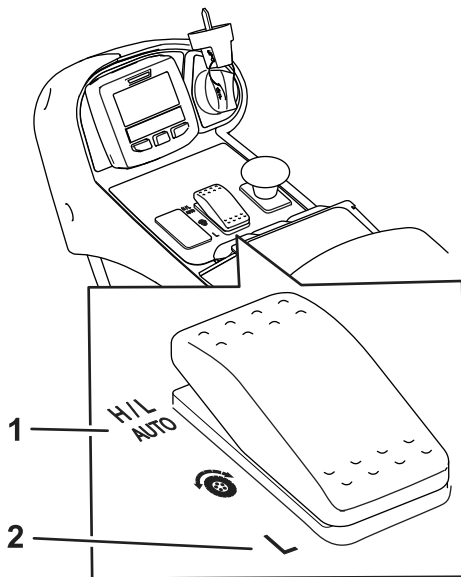

図 27
- ・ このマシンは、通常の運転条件下では、速度レンジ設定を H/L AUTO にして使用することを前提にしております (図 27)。この設定で使用すると、移動走行しているか刈り込みをしているかをマシンが自動的に判別して高速レンジと低速レンジを自動的に使い分けます。
- ・ Low 位置速度レンジスイッチ 図 27 の低速レンジ設定では、マシンは常に低速レンジで動作します。整備場内での移動、トレーラへの積み下ろし、急斜
このマシンには、低速走行レンジと高速走行レンジという2つの速度レンジがあります。切り替えスイッチにより、以下のモードを選択することができます (図 27)
走行ペダルを一杯に踏み込んだ時の最大速度を設定することができます (図 28)。ローレンジ用とハイレンジ用に別々の最大速度を設定できます (図 27)。